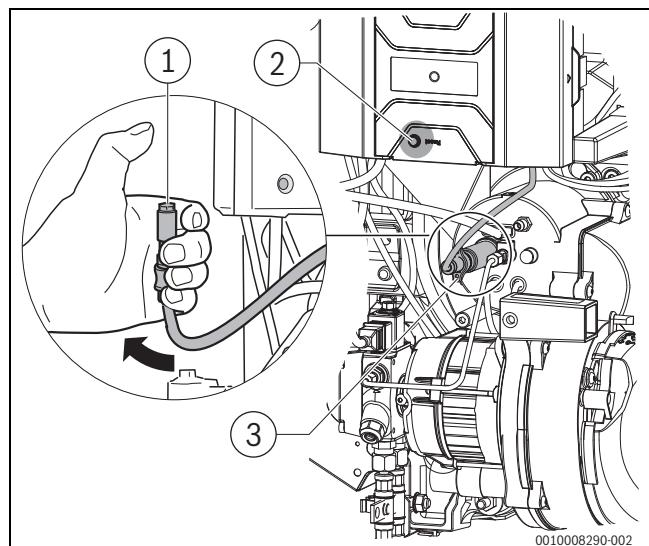

Bild 27 Flammenfühler auf Funktion prüfen
- ▶ Flammenfühler bei laufendem Brenner am vorgesehenen Griff aus der Halterung ziehen (→ Bild 27, [3])
- ▶ Flammenfühler mit dem Daumen abdecken (→ Bild 27, [1]). Es muss nach Wiederanlauf eine Störabschaltung erfolgen.
- ▶ Nach einer Wartezeit von ca. 30 Sekunden den Feuerungsautomat durch Drücken der Reset-Taste (→ Bild 27, [2]) entriegeln.